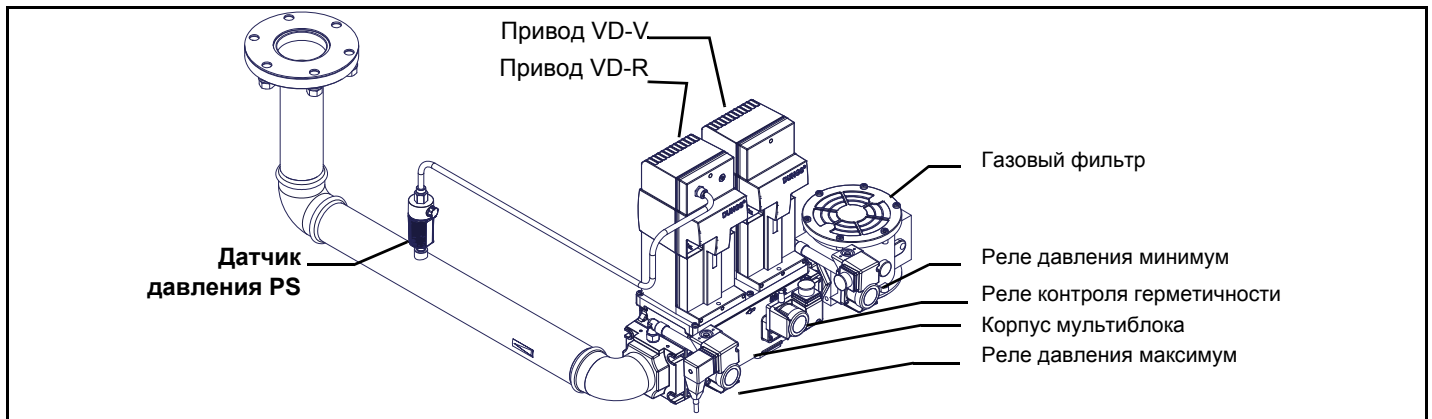

Рис. 5 - Пример газовой рампы
**ВНИМАНИЕ:** после монтажа газовой рампy согласно схеме на Рис. 5, необходимо провести тестирование на герметичность газового контура, согласно требований действующих нормативов.
- 1 - б) при фланцевых соединениях: между соседними компонентами устанавливать прокладку (1А..1Е - Рис. 5), совместимую с используемым газом,
**ВНИМАНИЕ:** после монтажа газовой рампы согласно схеме на Рис. 5, необходимо провести тестирование на герметичность газового контура, согласно требований действующих нормативов.